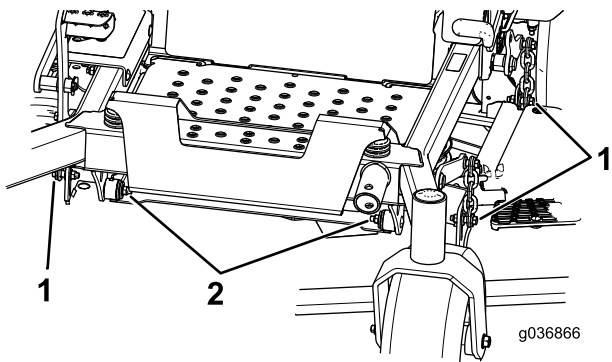

Рисунок 87
7. Отверните болты и гайки с обеих сторон машины и сохраните их (Рисунок 87).